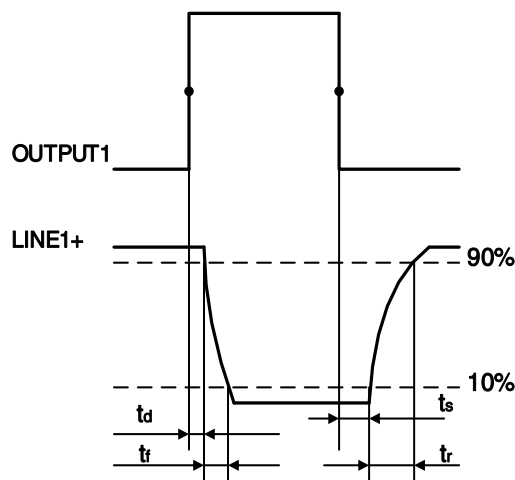

图 7-34 光耦隔离输出电路参数
- 上升沿延时=tr+td: <50μs (0°C~45°C), 参数说明见图 7-34
- 下降沿延时= t_s+t_f : $<50\mu s$ ($0^{\circ}C\sim 45^{\circ}C$), 参数说明见图 7-34